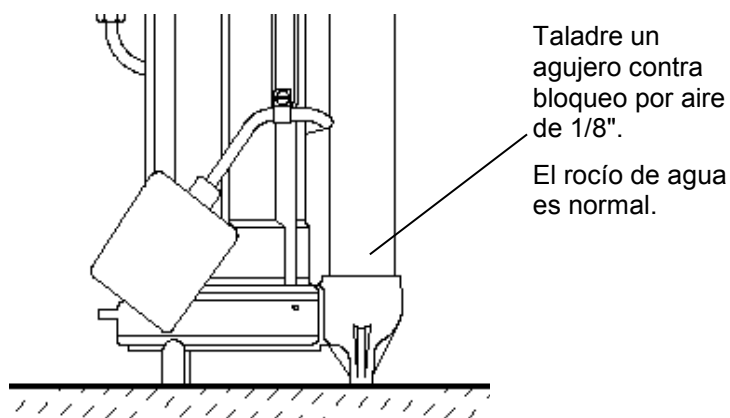

Fig. 1 – Anti-airlock hole position
7. Si se usa una válvula de retención, **se debe taladrar un agujero contra bloqueo por aire de 1/8" en el tubo de descarga, justo arriba de la salida de descarga de la bomba, a fin de impedir el bloqueo por aire (consulte la fig. 1).**